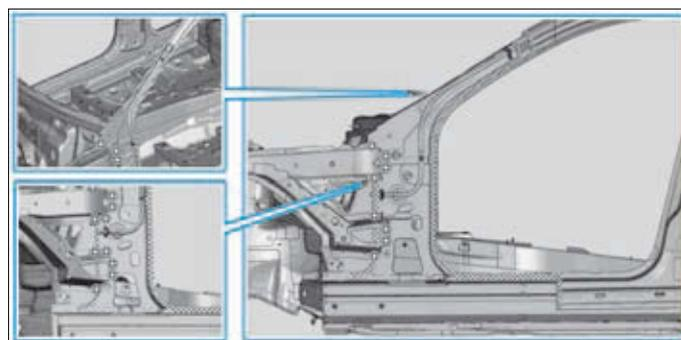

FIG. 53
- Poncer au nu du métal les surfaces de raccordement dans les zones quadrillées (Fig.53).